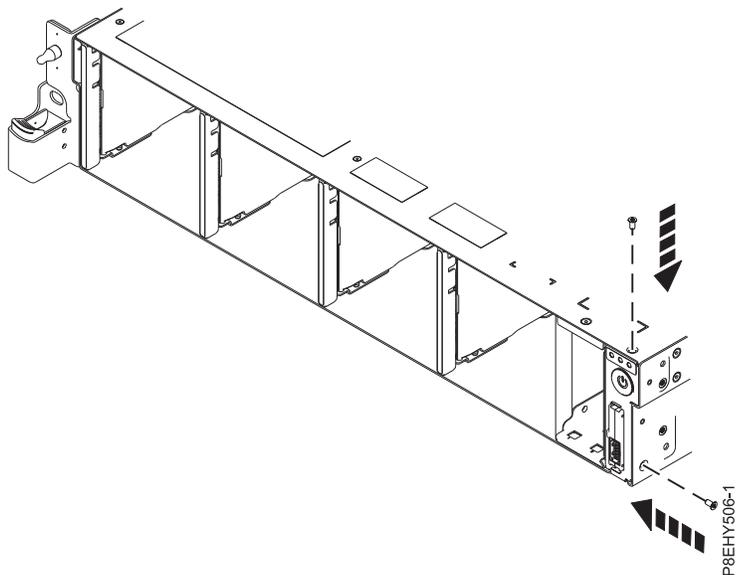

図 72. 上下のねじの再取り付け
5. 電源スイッチの上部および側面のねじを再取り付けします。 62 ページの図 72を参照してください。